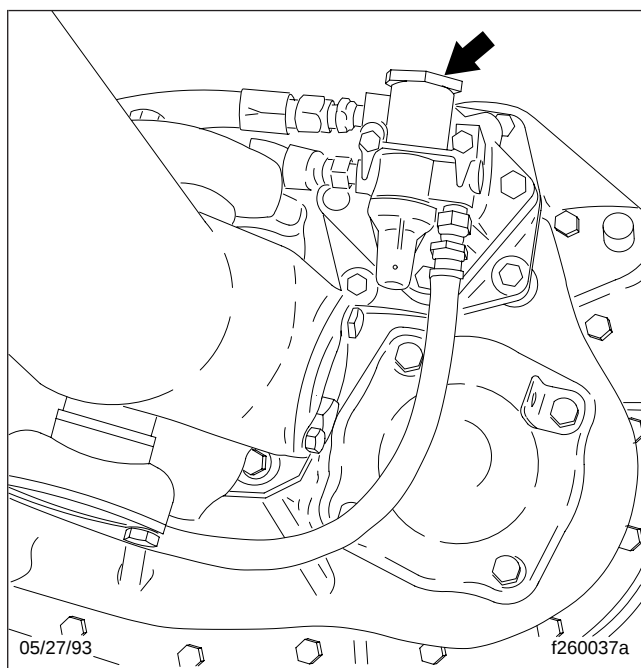

Fig. 3, Emplacement du filtre ou régulateur d'air (boîte de vitesses Eaton Fuller illustrée ci-dessous)
2. Nettoyez l'extérieur du filtre ou régulateur d'air avec un solvant de nettoyage. Voir la figure 3.